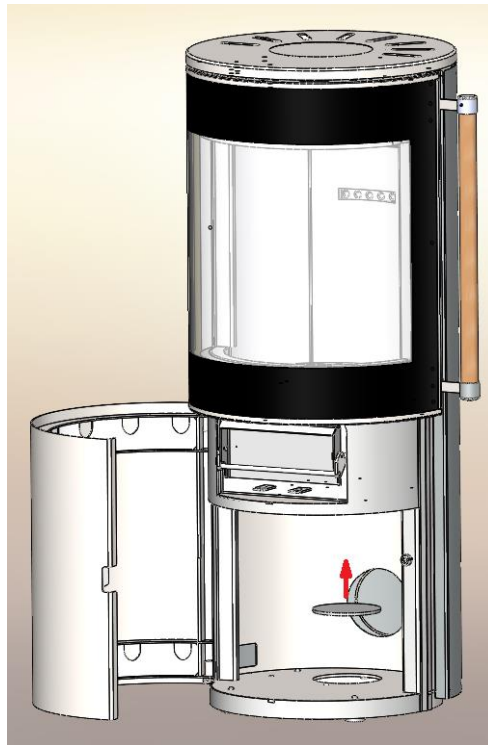

Figura 3 Tăierea micro-golurilor pentru alimentarea cu aer din exterior în spate/jos
4. Figura 3 Tăierea micro-golurilor pentru alimentarea cu aer din exterior în spate/jos	Pagină 7